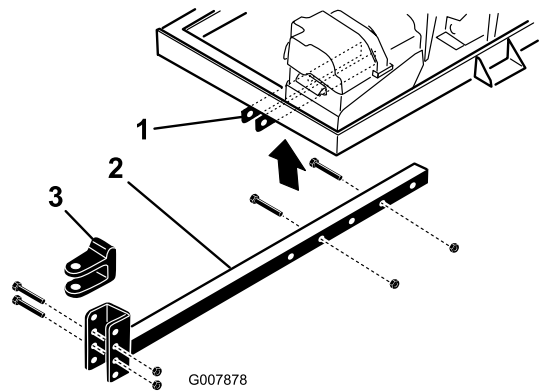

Bild 4
2. Stecken Sie das Anbauvorrichtungsrohr in die Rahmenhalterungen (Bild 4). Befestigen Sie das Rohr mit zwei Schrauben ($\frac{3}{8}$ " x 3") und Bundmuttern ($\frac{3}{8}$ ") am Rahmen und ziehen sie bis auf 40 Nm an.
Anbauvorrichtungsstift (Bild 4) am Anbauvorrichtungsrohr befestigt ist.
- Nehmen Sie die Schrauben und die Muttern ab, mit denen das Anbauvorrichtungsrohr an den Rahmenhalterungen befestigt ist (Bild 4).